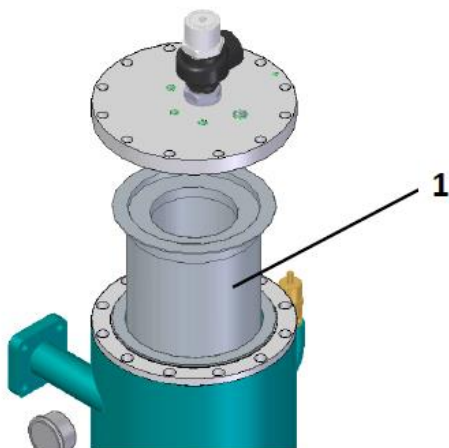

图 40：油细分离器
5. 用扳手松开并取下油气桶上盖（55/75机型因桶盖较重配有转轴，可将桶盖向侧方旋开），然后取出旧的油细分离器(图 40/1)。
8. 安装新的油细分离器(图 40/1)